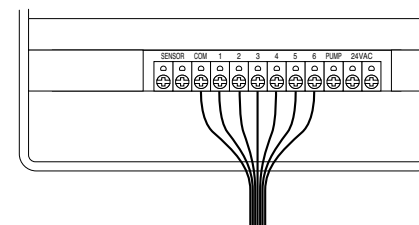

Ilustración 17: Conexión de alambres de válvulas
- Conecte el cable común a la terminal marcada "COM" [Vea la ilustración 17].